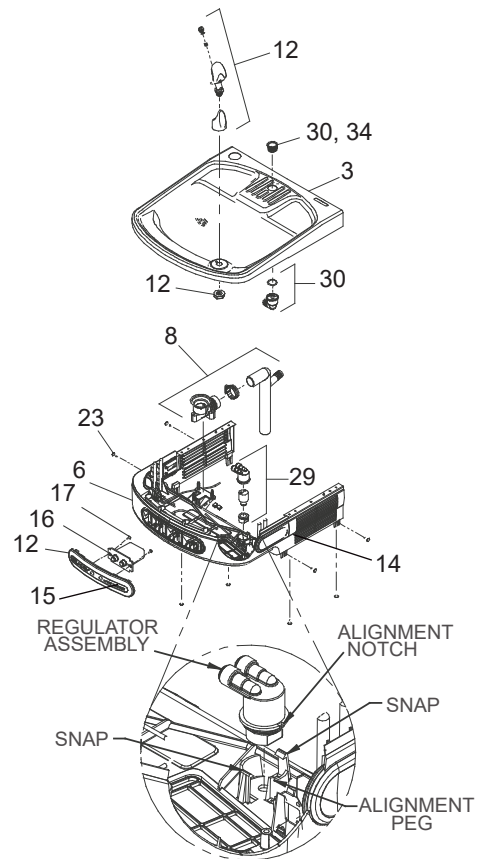

Fig. 6 EZ/LZ Right Hand Unit
- Using a small tip screwdriver, locate range adjustment screw through the small hole between the sensor lenses. Turn this screw clockwise to increase range and counterclockwise to decrease range (See Fig. 6).
- Usando un desatornillador con punta pequeña, gire el tornillo de un lado a otro pequeña agujero entre la ver ventana. de ajuste de límites en el sentido de las manecillas del reloj para aumentar el límite y en sentido contrario de las manecillas del reloj para reducir el límite (Vea Fig. 6).
- A l'aide d'un petit tournevis à pointe, effectuez une rotation de la vis de réglage à travers le petit trou entre votre fenêtre dans le sens des aiguilles d'une montre afin d'augmenter la portée, et dans le sens inverse pour la diminuer. (Voir Fig. 6).